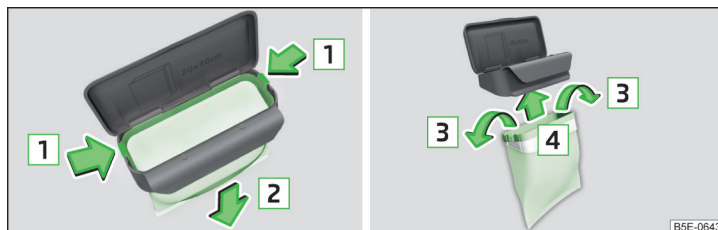

Abb. 69 Beutel ersetzen
- › Die beiden Rastnasen am Rahmen in Pfeilrichtung **1** abdrücken » Abb. 69.